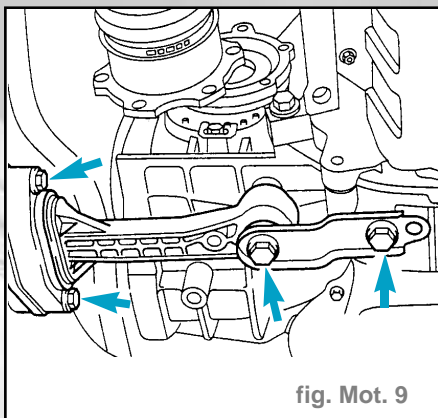

fig. Mot. 9
- Dévisser le support oscillant (fig. mot. 9).